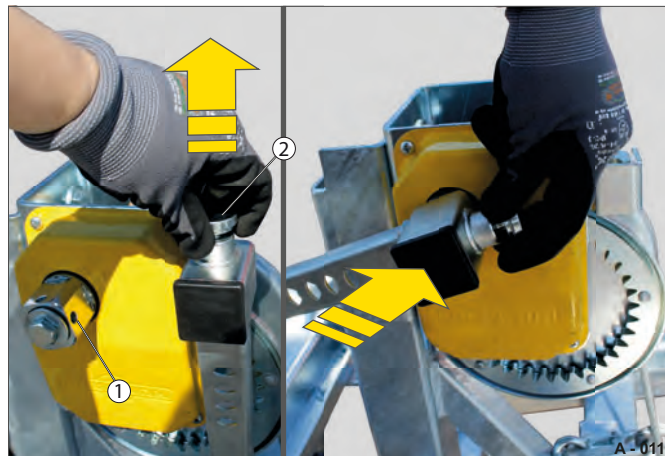

Fig. 6 Flyt håndsvinget
- ▶ Træk i sikringsstiften (Fig. 6 /2), og tag samtidig håndsvinget af parkeringsholderen.
- ▶ Sæt med sikringsstiften trukket ud håndsvinget på håndsvingstappen (Fig. 6 /1).